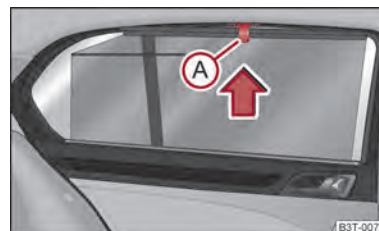

Fig. 50 Puerta trasera: Cortinilla antisolar enrollable
- Extraer la cortinilla antisolar enrollable por el tirador (A) ⇒ fig. 50 y colgarla en el soporte del borde superior de la puerta.